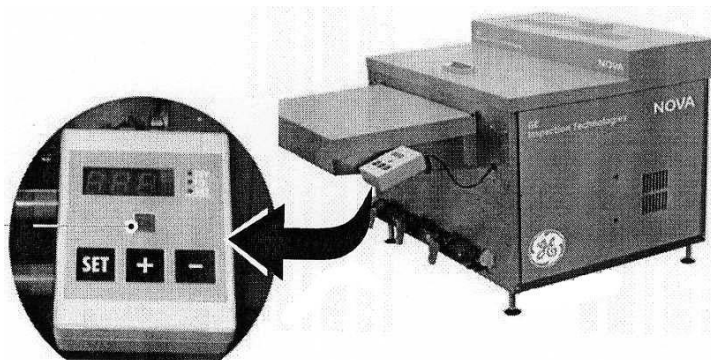

Рис. 7.
- После достижения установленной температуры проявителя и фиксажа и наполнения промывочного резервуара загорится индикатор ОК проявочной машины (1, рис. 7).